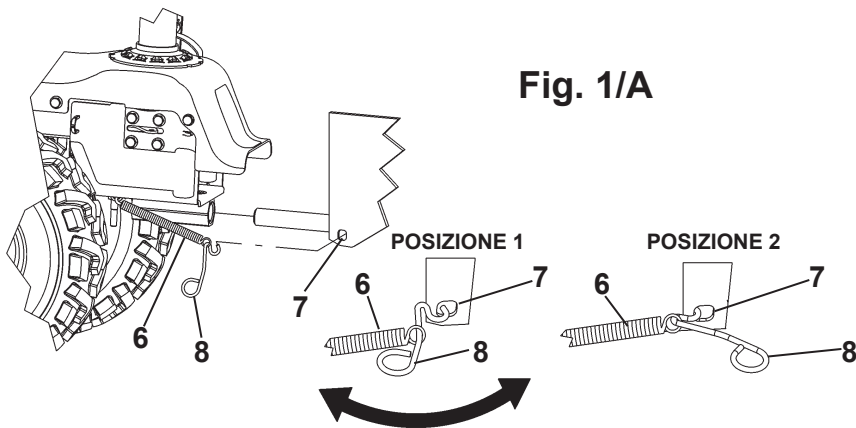

Fig. 2
MONTAGGIO COPERCHI LATERALI (Fig.2): prelevare dalla busta accessori i coperchi laterali (1) con le viti (2) già montati su di essi, ed avvitarli al telaio della spazzola (3) utilizzando i rispettivi fori (A) e (B).
HOW TO ASSEMBLE THE SIDE COVERS (Fig. 2): take the side covers out from the fittings envelope (1) with the screws (2) which have already been assembled on the covers and screw them to the brush frame (3) using the corresponding slots (A) and (B).
MONTAGE DER SEITENABDECKUNGEN (Abb.2): Aus dem Zubehörbeutel die Seitenabdeckungen (1) mit den bereits montierten Schrauben (2) herausnehmen und am Rahmen der Kehrwalze (3) in den Bohrungen (A) und (B) festschrauben.